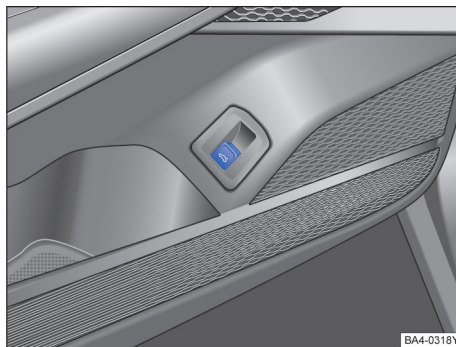

图 55 在驾驶员侧车门内：行李厢盖的开锁按钮
向上拉驾驶员侧车门内的按钮  → 图 55。行李厢盖自动打开。
- 或：向上拉驾驶员车门内的按钮→图 55。即使点火开关关闭时，按钮也能起作用。